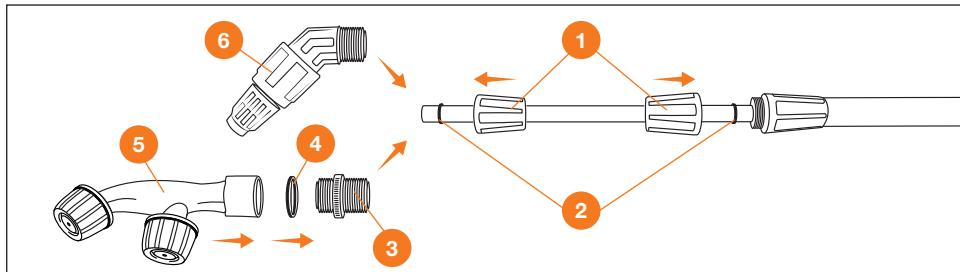

Рис. 4
2. Для присоединения распылительной регулируемой насадки ⑥ установите резиновую круглую прокладку ② присоедините насадку и закрепите фиксирующей гайкой ① (Рис. 4).
3. Для присоединения двойной распылительной насадки ⑤ установите плоскую резиновую шайбу ④ и закрепите муфтой ③, присоедините муфту к телескопической штанге (Рис. 4).
4. Для регулировки длины телескопической штанги ослабьте фиксирующую гайку ①, установите требуемую длину и зафиксируйте гайкой (Рис. 4).